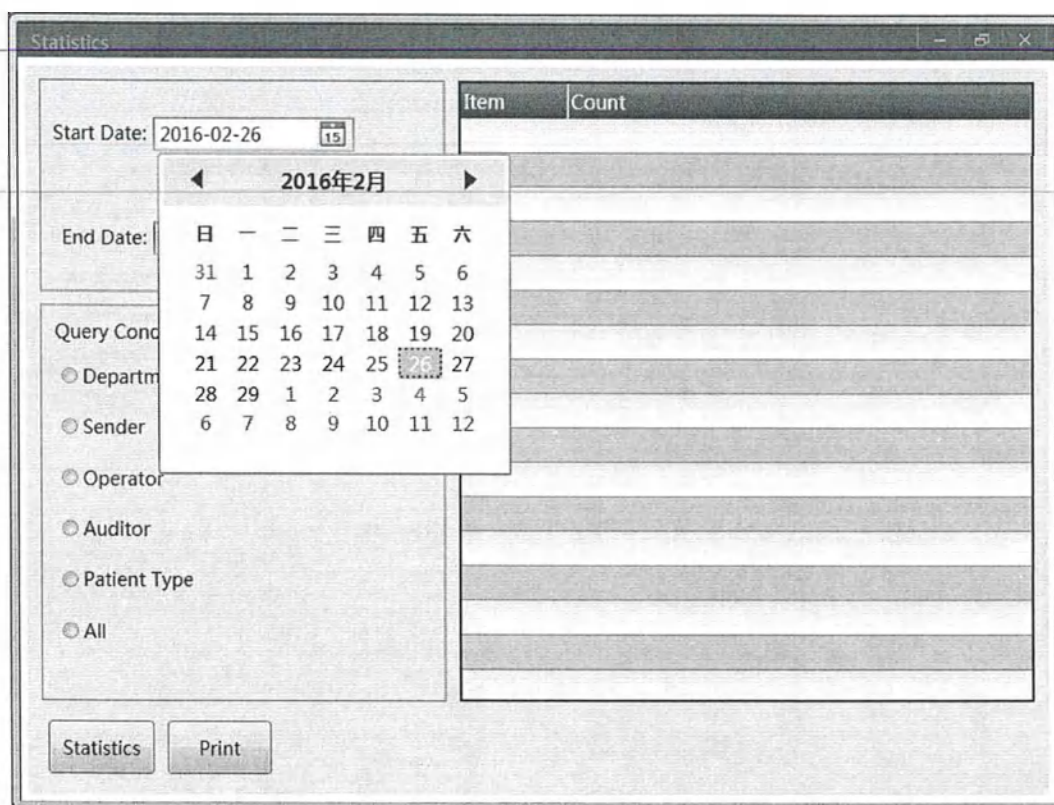

Рисунок 7-14 Выбор данных
(1) Нажать на значок , чтобы выбрать опцию "Start Date" ("Дата начала") и "End Date" ("Дата окончания"). см. Рисунок 7-14